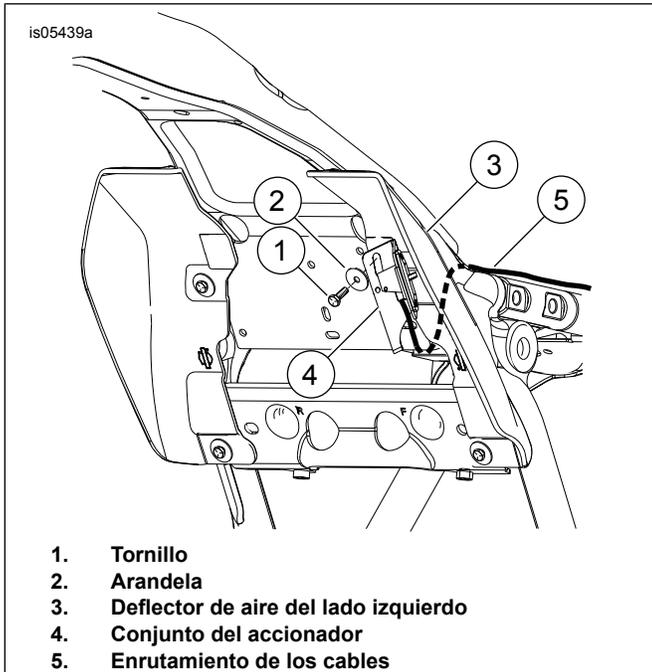

Figura 5. Instalar el conjunto del accionador con el deflector de aire montado en medio de la estructura
3. Vea Figura 5. Extraiga la presilla del cableado de la bujía de plástico del agujero de la placa del bastidor en la ubicación donde se va a montar la pieza de soporte del mango de ajuste. Deseche la presilla de la manguera de plástico.
8. Vea la Figura 5. Verifique que el cable de ajuste del respaldo no esté conectado al soporte de montaje. Comenzando por el extremo del conjunto del accionador, enrute el cable del respaldo debajo de la placa transversal y hacia arriba a través del bastidor (5).
10. Vea la Figura 5. Deslice el lado plano del soporte del conjunto del accionador (4) detrás de los cables y alinee el orificio de montaje superior del deflector con la ranura en el soporte del mango de ajuste. Asegúrate de que la lengüeta doblada/de gancho de la pieza de soporte se enganche en el borde de la placa transversal. Cuando esté alineada, inserte y apriete el tornillo y la arandela.